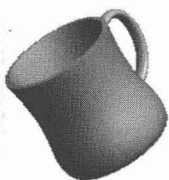

图 1-7
(3) 单击【窗口】→【L1.PRT】，打开模型工作窗口，看看模型是否发生了变化。结果如图 1-7 所示，很明显缸子的壁厚厚了。